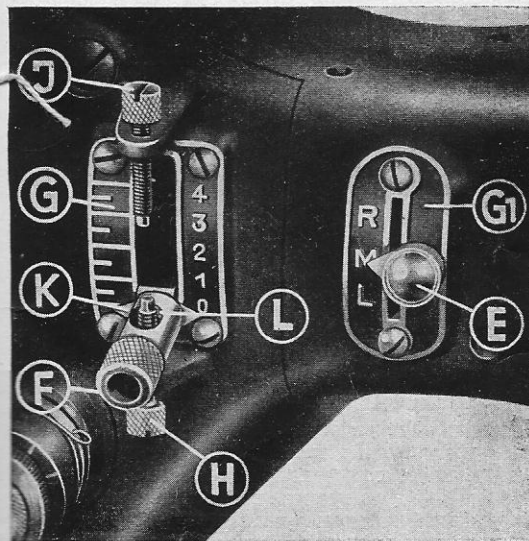

рис. 16
На машине Науманн 65 можно делать стежки трех разных шириин с левым, средним и правым расположением иголки. Для этой цели ручка «Е» шкалы «G₁» (рис. 16) ставится для требующегося левого, среднего или правого положения иголки, а ручка «F» на 0. Для шва зигзаг служит ручка «F» (рис. 16). Цифры шкалы «G» обозначают ширину зигзаг от 0 до 4 мм. Сверху и снизу шкалы на-
Если нужно вновь перейти на прямой стежок или на работу зигзаг шириной в 4 мм., то надо повернуть ручку «F» так, чтобы отверстие «L» стало перпендикулярно. (Важно для шитья петель). Теперь можно переставлять стрелку «К» от 0 до 4 мм. на выбор, как показано на рис. 16 без необходимости вращать назад упорные болты. С помощью ручки «Е» шкалы «G₁» (рис. 16) можно, кроме того, шить зигзаг с левым, средним и правым исходными положениями иголки. Это позволяет делать ряд разнообразных отделочных швов.
1. Прямой строчечный шов: Ручка «F» шкалы «G» (рис. 16) стоит на 0, ручка «E» шкалы «G₁» (рис. 16) на «M», длина стежка 2¹/₂-3 мм. по желанию.
2. Шов зигзаг фасонный: Ручка «F» шкалы «G» (рис. 16) стоит на 1¹/₂-4 мм., ручка «E» шкалы «G₁» (рис. 16) на «M», длину стежка регулировать на 2-3 мм.
3. Плотный шов зигзаг, фасонный: Ручка «F» шкалы «G» (рис. 16) стоит на 4 мм., ручка «E» шкалы «G₁» (рис. 16) на «M», регулятор стежка поставить на 1¹/₂-³/₄ мм. Рекомендуется применять швейную лапку «0065-431», чтобы была равномерная подача ткани.
4. Шов зигзаг и прямой шов: Ручка «F» шкалы «G» (рис. 16) стоит на 2-4 мм., ручка «E» шкалы «G₁» (рис. 16) регулирует длину стежка по желанию. После десяти стежков зигзаг ручка «F» шкалы «G» (рис. 16) ставится на 0 и делают шов такой же длины с прямой строчкой.
5. Крупный шов зигзаг, фасонный: Ручка «F» шкалы «G» (рис. 16) стоит на 3 мм., ручка «E» шкалы «G₁» (рис. 16) на «M». После десяти стежков ручку «F» шкалы «G» регулировать на 1 мм. и т. д.
7. Прямой шов уступали вправо, по середине, влево: Для этого способа работы ручка «F» шкалы «G» (рис. 16) ста-
вится на 0, ручка «Е» шкалы «G₁» (рис. 16) ставится после равного числа стежков попеременно на «R», «M» и «L» при любой длине стежка.
8. Фасонный шов зигзаг справа и слева: Ручка «F» шкалы «G» (рис. 16) стоит на 2 мм., ручка «Е» шкалы «G₁» (рис. 16) регулируется на «R». После того 10 или более стежков поставить ручку на «L» и сделать такое же количество стежков, а затем снова на «R».